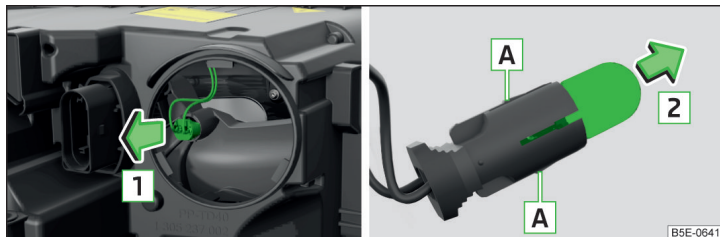

Fig. 237 Înlocuirea becului pentru lumina de poziție suplimentară
- Scoateți soclul împreună cu becul, prin mișcări pendulatorii, în sensul săgeții **[1]** » fig. 237.